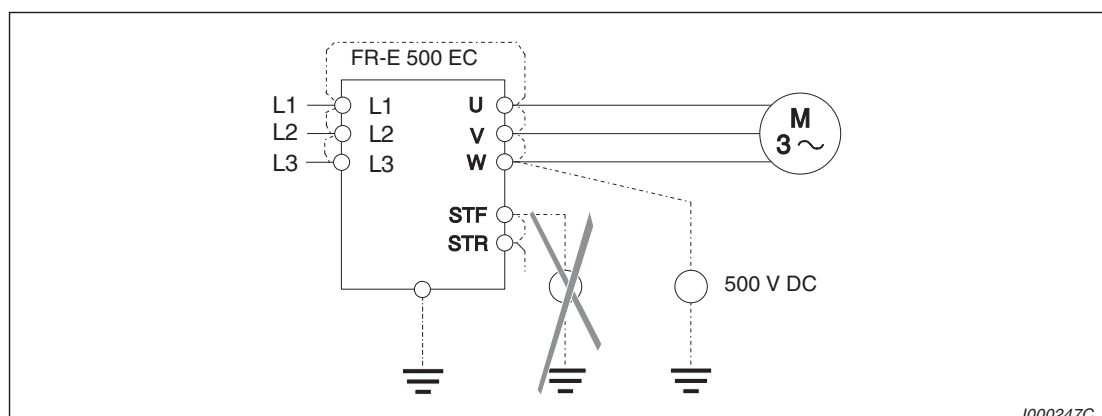

Abb. 7-1: Isolationsprüfung gegen Erde
- Die Isolationsprüfung ist ausschließlich für den Leistungsteil durchzuführen. Das Isolationsprüfgerät (500 V DC) wird dabei entsprechend der Darstellung in Abb. 7-1 angeschlossen. Eine Isolationsprüfung für den Steuerkreis ist nicht zulässig.